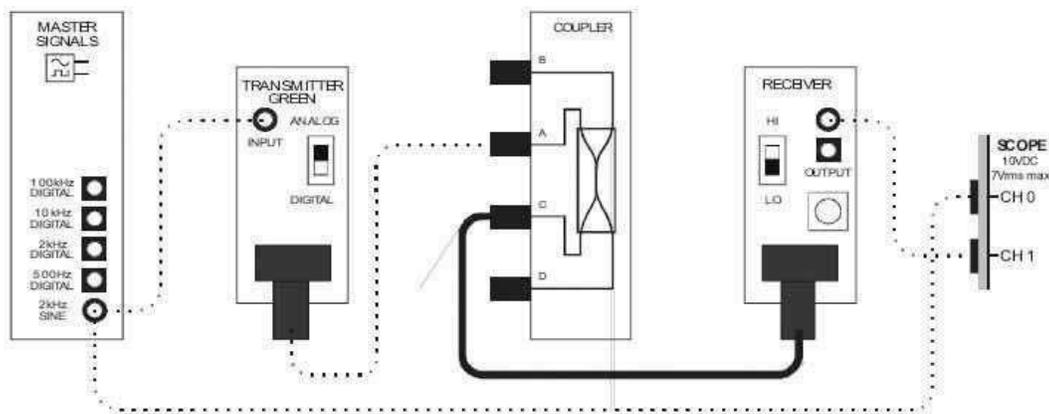

Figura 9
6. Modificar el circuito como se muestra en la Figura 9.